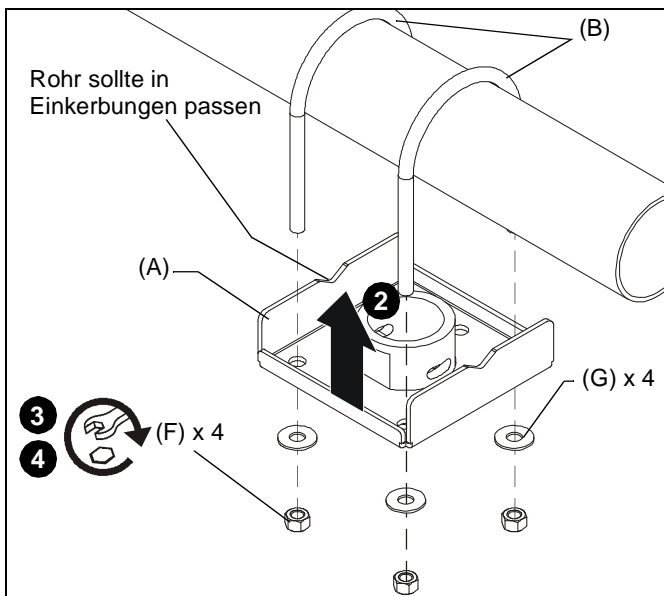

Abb. 2
**HINWEIS:** Stellen Sie bei der Montage der Auslegerplatte (A) an das Rohr sicher, dass das Rohr in die Einkerbungen der Platte passt. (Siehe Abb. 2)
3. Montieren Sie locker die 3/8"- Muttern (F) und die 3/8"- Unterlegscheiben (G).
4. Richten Sie die Halterung aus und ziehen Sie die Muttern (E) fest. (Siehe Abb. 2)